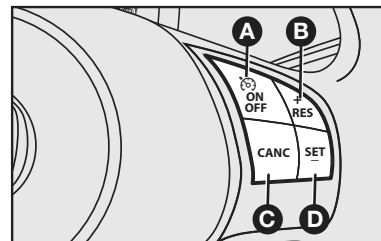

fig. 38
Pressionar o botão **ON/OFF** A-fig. 38. A luz-espia se acende no painel.
**ADVERTÊNCIA:** em caso de funcionamento defeituoso do sistema de controle de velocidade ou inoperância do mesmo, desligar o sistema por meio do botão A-fig. 38 e dirigir-se à Rede Assistencial Fiat.
Ativar o sistema através do botão **ON/OFF**. Quando o veículo atingir a velocidade desejada, pressionar o botão **SET - D-fig. 38** e em seguida soltar o acelerador; o veículo irá operar na velocidade selecionada.
Um toque suave no pedal de freio, uma pressão de freio normal ou pressionar o botão **CANC - C-fig. 38** resulta na desaceleração do veículo e na desativação do piloto automático, sem apagar a última memória de velocidade.
Para atingir a velocidade definida anteriormente, pressionar o botão **RES + B-fig. 38** e soltá-lo. Esse recurso pode ser utilizado em qualquer velocidade acima de 40 km/h.
Quando a velocidade do piloto automático já está definida, pode-se aumentar a velocidade, pressionando o botão **RES + B-fig. 38**. Se o botão for continuamente pressionado, a velocidade aumenta até o botão ser liberado, selecionando então o novo controle.
Pressionando o botão **RES + B-fig. 38** uma vez, a velocidade definida é aumentada em 2 km/h. Cada toque subsequente aumenta em 2 km/h a velocidade predefinida.
Pressionando o botão **SET - D-fig. 38** uma vez a velocidade definida é diminuída em 2 km/h. Cada toque subsequente diminui em 2 km/h a velocidade predefinida.